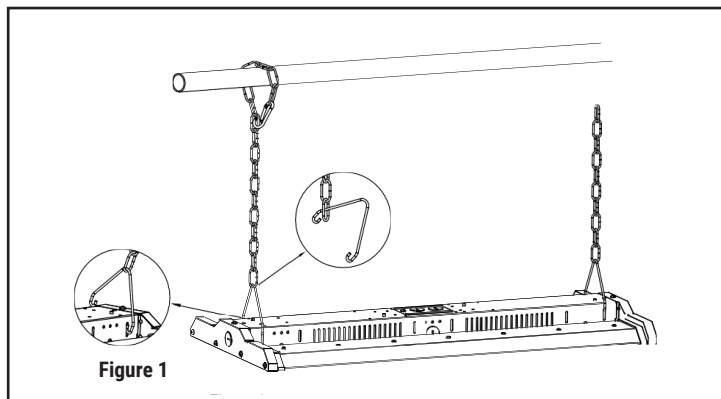

Figure 1
8. To suspend the highbay luminaire from chains, attach the enclosed v-hooks to the holes on the end caps. Attach the chain to a secure, stationary structure then attach one end of chain to the v-hooks. See **Figure 1**
8. Pour suspendre le luminaire pour très grande hauteur au moyen de chaînes, fixez les crochets en V fournis aux trous des capuchons de protection. Attachez la chaîne à une structure fixe et solidement fixée, et fixez une extrémité de la chaîne aux crochets en V. Voir la figure 1.